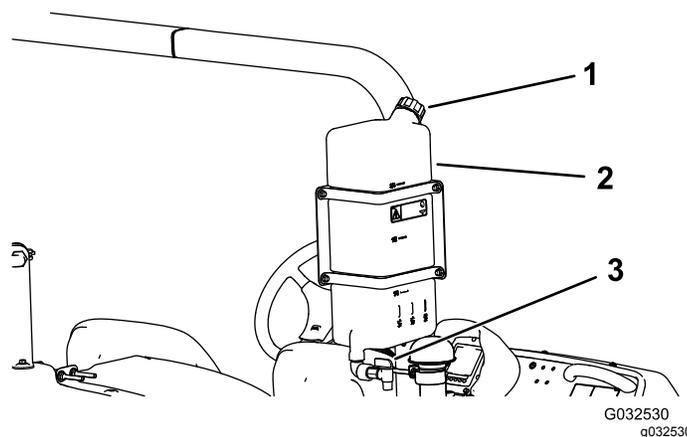

Figura 27
- Para encher o depósito, desaperte a tampa na parte superior do depósito, encha-o com água limpa e coloque a tampa (Figura 27).
- Para abrir a torneira do depósito de água limpa, rode o manípulo da torneira (Figura 27).